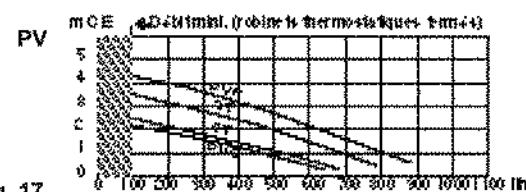

Fig. 17
- Commutateur "2" à droite : PV, courbes fig. 17.